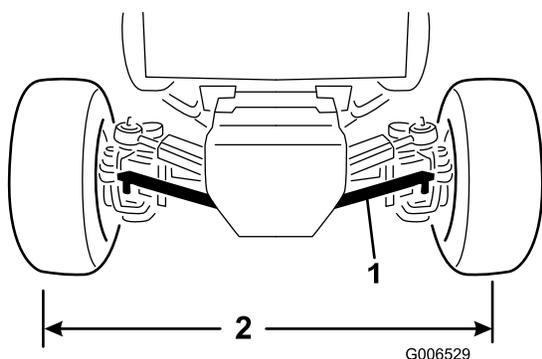

Figura 65
di montaggio sull'assale e separate il giunto a sfera dall'assale (Figura 65).
3. Ruotate il giunto sferico del tirante verso l'interno o verso l'esterno finché la distanza da centro a centro sulla parte anteriore e posteriore delle ruote posteriori non è identica (Figura 65).